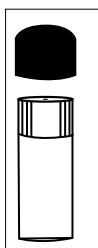

Figure 3A
2. Verwijder de vinylkap van de injectieflacon om het kleine lekgat bloot te leggen zoals weergegeven in onderstaande afbeelding 3A. **DRAAI HET ZWARTE KAPJE NIET VAN DE FLES**